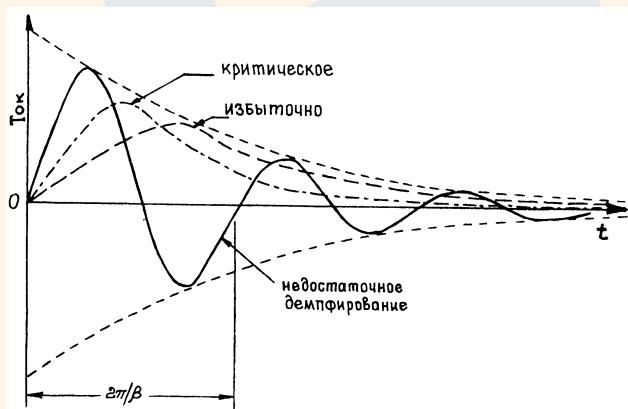

Рис. 33. Типичный расклад при воздействии ступенчатым сигналом в трех разных случаях демпфирования (авт. Cheng).
Любая емкость на выходе усилителя, будь она образована емкостью кабеля либо фильтром громкоговорителя, должна дать дополнительный высокочастотный полюс, сопровождаемый в пределе фазовым сдвигом в 90°, который, в свою очередь, окажется в сигнале обратной связи. «Звон» в ультразвуковой области является очень частой практикой, если только ОС не является локальной. Так что генерирование на высоких частотах обычно подавляется включением компенсирующих цепей. На плоскости комплексных переменных (S) (Рис. 32) показано расположение резонансного полюса S_0 и двух антирезонансов и их влияние на переходную характеристику. На Рис. 33 представлены случаи для переходных характеристик, когда все полюсы и нули находятся в левой полуплоскости комплексных переменных.²⁶ Это может считаться случаями правильной настройки системы, когда звон критически демпфирован и резонансных выбросов быть не должно (77, 73). Только в этих случаях звон может считаться неслышимым (78, 79).